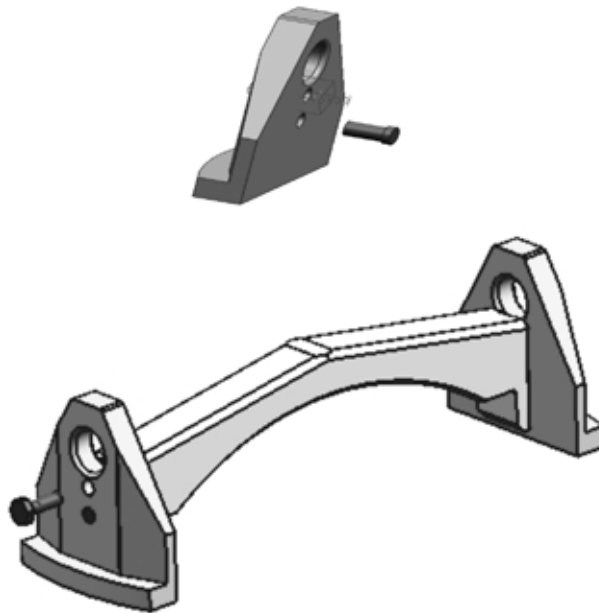

图 23 VCMB 切换开关吊具
- a. 将两个吊板 (已装上销子的) 放在切换开关的上面板的吊孔中并将其推向两侧, 把支架放在两个吊板中间, 如图 23 所示;
- b. 两边各旋上一个 M10X30 螺栓, 如图 23 示;